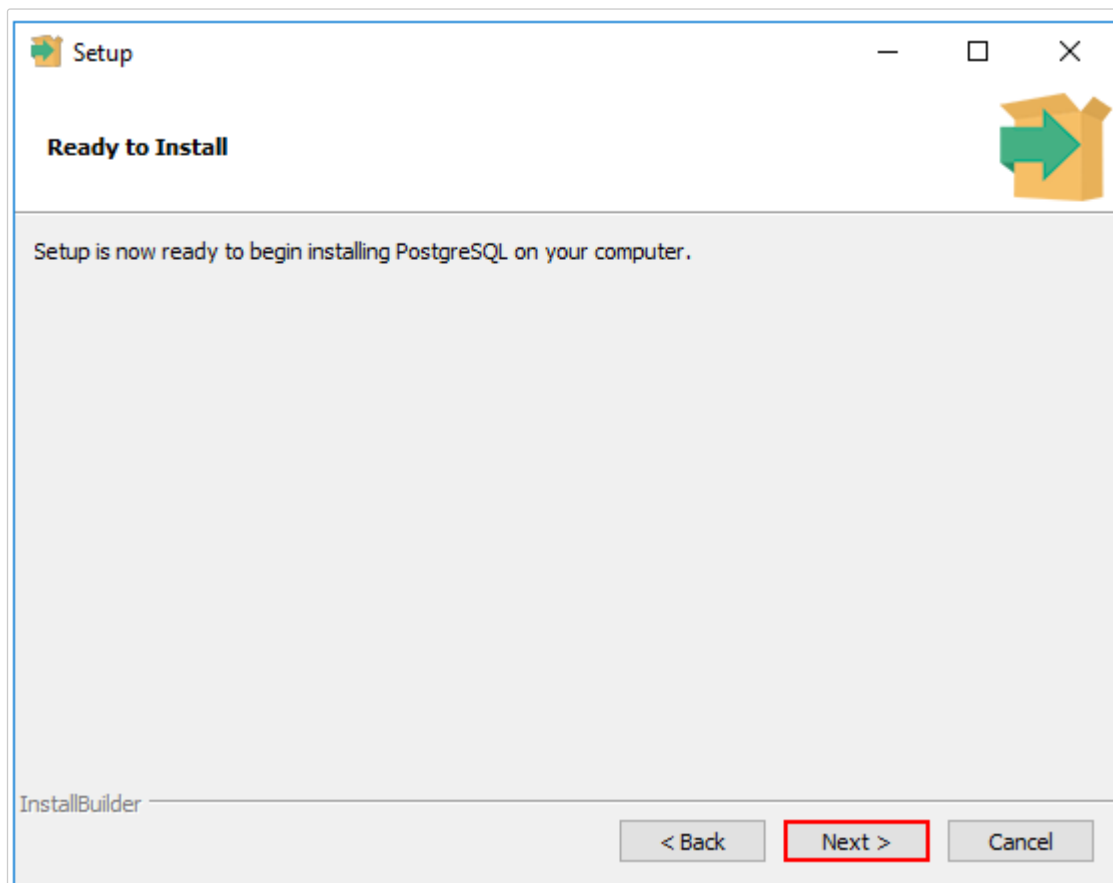

Рисунок 7. Окно готовности к установке СУБД
- 7) На странице *Ready to Install* нажать на кнопку *Next* и произвести установку СУБД с заданными параметрами (см. рисунок 7).